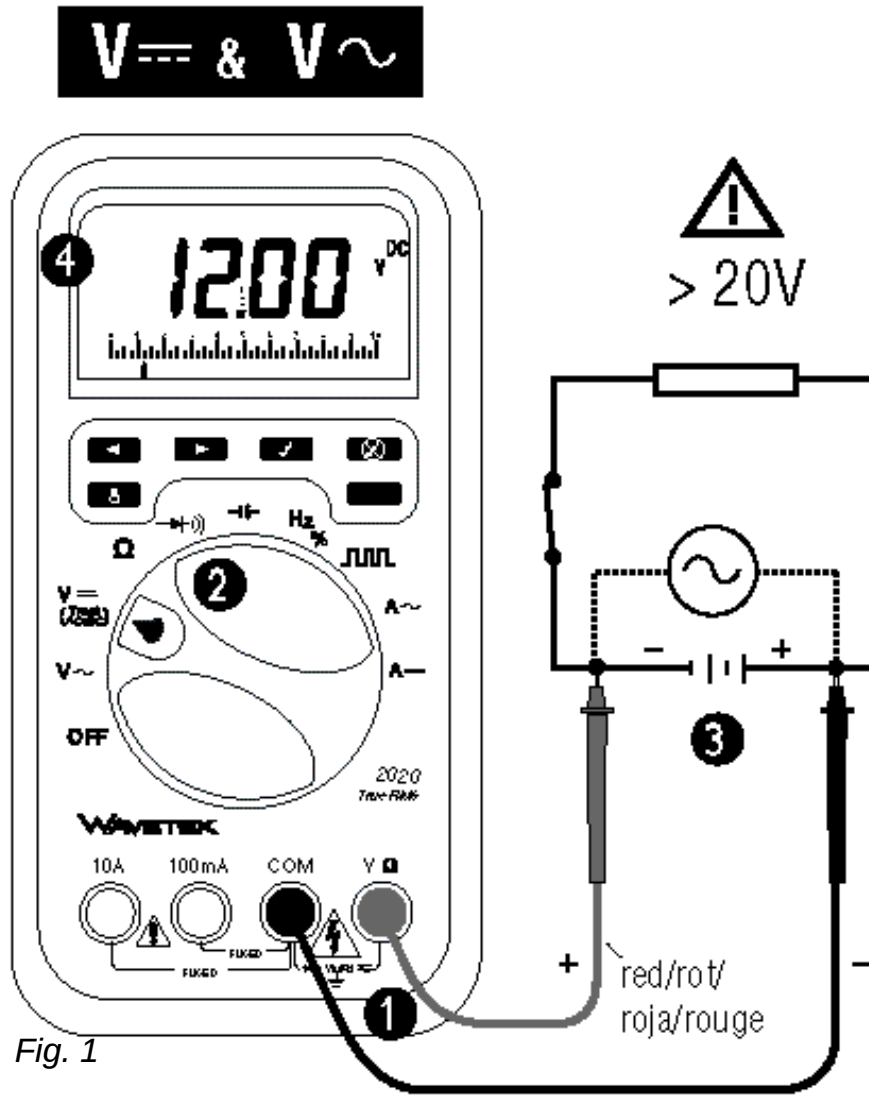

Fig. 1
DC AND AC VOLTAGE MEASUREMENT (See Fig. 1)
❶ Connect test leads as shown in figure 1. ❷ Turn function selector switch to $V\sim$ or $V=$. ❸ Touch Probe tips across voltage source (in parallel with circuit). ❹ Voltage value will appear on Digital Display along with the voltage polarity (for DC).
True RMS (AC + DC) Measurements: ❶ Connect test leads as shown in figure 1. ❷ Turn function selector switch to $V=$. Press second function key  to activate true RMS (AC + DC). The AC and DC symbols are displayed. ❸ Continue as under step 3 above. The meter range locks for highest AC signal input. If the voltage is too high (OL displayed), select  **RNG** and up range until a reading appears (see Menu Functions).
D • Gleich- und Wechselspannungsmessung (siehe Fig.1)
E • Medidas de tensión CC y CA (vea Fig. 1)
True RMS (AC + DC) Measurements: ❶ Connect test leads as shown in figure 1. ❷ Turn function selector switch to $V =$. Press second function key  to activate true RMS (AC + DC). The AC and DC symbols are displayed. ❸ Continue as under step 3 above. The meter range locks for highest AC signal input. If the voltage is too high (OL displayed), select  **RNG** and up range until a reading appears (see Menu Functions).
F • Mesure de Tensions CC et CA (voir fig. 1)
❶ Connectez les câbles comme indiqué en figure 1. ❷ Placez le sélecteur sur VDC ($=$) ou VAC ($\sim$). ❸ Connectez les pointes de touche au circuit – en parallèle avec la source de tension. ❹ Lisez la valeur.
Mesure efficace vraie: Les modèles 2020 et 2030 sont des instruments à mesure efficace vraie avec couplage CA. Ils mesurent la valeur efficace vraie également de formes d'onde déformées en tension et en courant CA. La figure 1 montre l'évolution du facteur crête. Le facteur crête est la valeur crête divisée par la valeur efficace.
Mesure Efficace Vraie (CA + CC): ❶ Connectez les câbles comme indiqué en figure 1. ❷ Placez le sélecteur sur $V_{\text{---}}$. Pressez la seconde touche de fonction  pour activer la mesure efficace vraie (CA + CC). Les symboles AC (CA) et DC (CC) sont affichés. ❸ Continuez comme sous le point 3 plus haut. L'instrument bloque la gamme correspondante à la plus haute valeur d'entrée. Si, par la suite, la valeur d'entrée excède cette gamme (OL affiché), choisissez une gamme plus élevée avec la fonction  **RNG** du menu (voir Fonctions de Menu, page xx).
True RMS (AC + DC) Measurements: ❶ Connect test leads as shown in figure 1. ❷ Turn function selector switch to $A_{\text{---}}$. Press second function key  to activate true RMS (AC + DC). The AC and DC symbols are displayed. ❸ Continue as under step 3 above. The meter range locks for highest AC signal input. If the current is too high (OL displayed), select  **RNG** and up range until a reading appears (see Menu Functions). Eventually change from mA to A input (disconnect meter first).
True RMS (AC + DC) Measurements: ❶ Connect test leads as shown in figure 1. ❷ Turn function selector switch to A $\equiv$. Press second function key  to activate true RMS (AC + DC). The AC and DC symbols are displayed. ❸ Continue as under step 3 above. The meter range locks for highest AC signal input. If the current is too high (OL displayed), select  **RNG** and up range until a reading appears (see Menu Functions). Eventually change from mA to A input (disconnect meter first).
Mesure Efficace Vraie (CA + CC): ❶ Connectez les câbles comme indiqué en figure 1. ❷ Placez le sélecteur sur A $\overline{=}$. Pressez la seconde touche de fonction  pour activer la mesure efficace vraie (CA + CC). Les symboles AC (CA) et DC (CC) sont affichés. ❸ Continuez comme sous le point 3 plus haut. L'instrument bloque la gamme correspondante à la plus haute valeur d'entrée. Si, par la suite, la valeur d'entrée excède cette gamme (OL affiché), choisissez une gamme plus élevée avec la fonction  **RNG** du menu (voir Fonctions de Menu, page xx). Changez éventuellement de l'entrée 100mA vers l'entrée 10A (en déconnectant d'abord l'appareil).